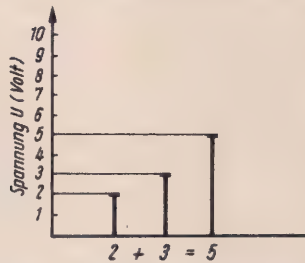

Abb.1 Addition zweier Zahlen nach dem Analogprinzip.
2. Wenn zwei Zahlen addiert werden sollen, und diese Zahlen durch entsprechende Spannungswerte dargestellt werden, dann muß auch die zu erreichende Summe der Zahlen der Summe der Spannungen proportional sein. Im Analogrechner ist aus diesem Grund für die Zahlenaddition ein Rechelement vorhanden, das eine der Zahlensummen analoge Spannungssumme bildet (Summator). Das Prinzip der Summenbildung ist in Abb. 1 dargestellt. Für alle durchzuführenden Operationen sind solche analogarbeitenden Rechelemente vorhanden (Multiplizierer, Integrierer, Funktionsgeber, Komparator, Inverter, Festwertgeber).